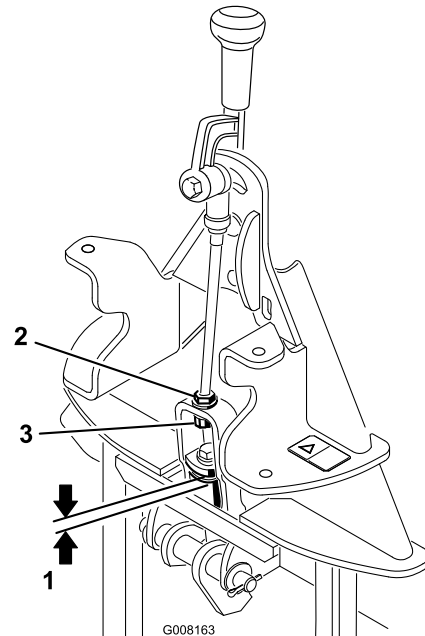

図 5
2. 図 5に示すように、上面のワッシャからアダッチメント・アダプタのリンク・アセンブリのスペーサまでの距離を測る。